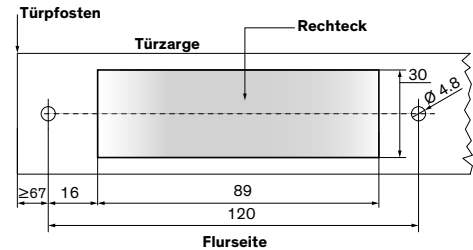

Abb. 16: Schablone (Bohren und Ausschneiden)
2. Im Abstand von 120 mm (Abstand von Bohrloch zu Bohrloch) zwei Löcher von 4.8 mm für den vormontierten Sensor in die Türzarge bohren (Abb. 16).